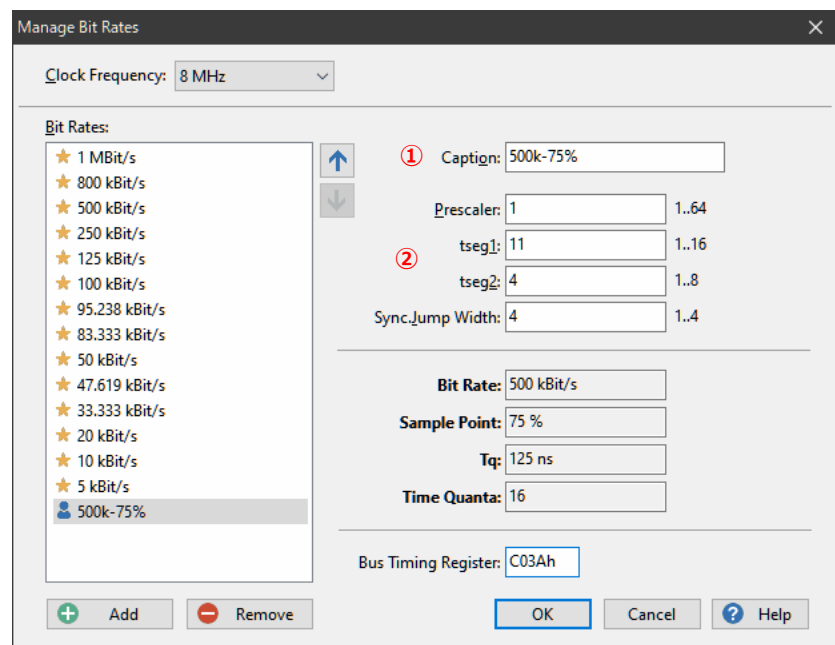

図 3.2-5
Caption に任意の名前を入力します。この例では「500k-75%」とします（図 3.2-5 ① 参照）。
Bit Rate Calculation Tool で得た下記の値を設定します（図 3.2-5 ② 参照）。